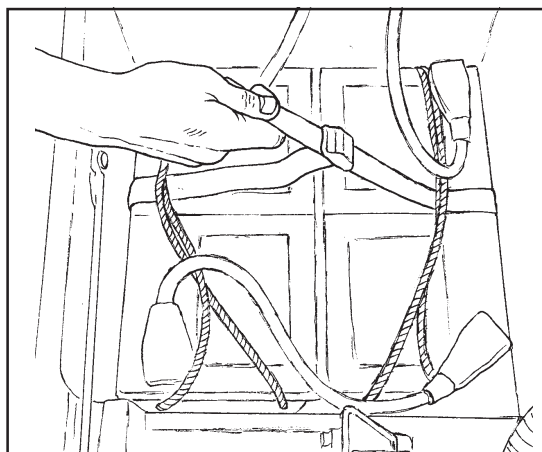

Figura 12
11. Ajuste las baterías en posición con las bandas de fijación de las baterías (Refiérase a la Figura 12).